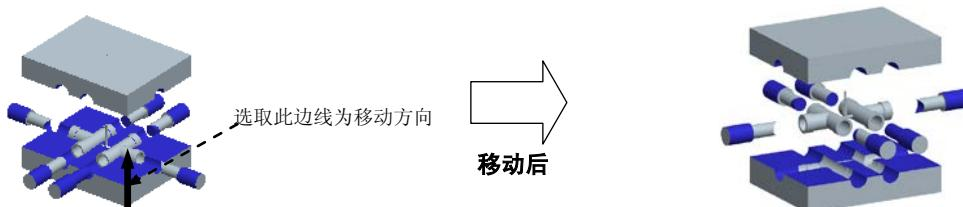

图 15.39 移动下模
Step5. 移动下模。参考 Step4 的操作方法，在模型中选取下模，选取图 15.39 所示的边线为移动方向，输入要移动的距离值-200，然后按 Enter 键，选择 **Done (完成)** 命令，完成下模的开模动作。在“模具开模”菜单中单击 **Done/Return (完成/返回)** 按钮。